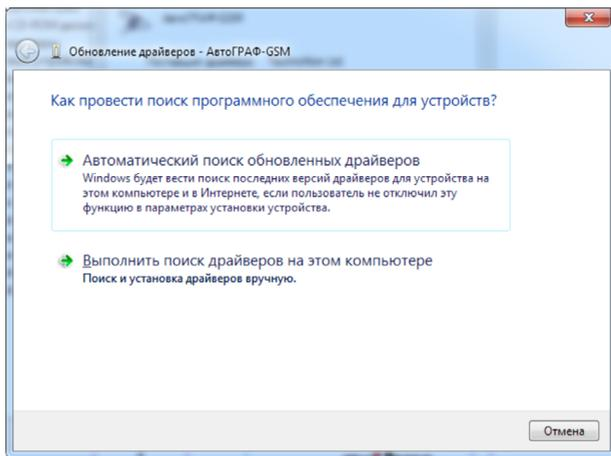

Рис.24. Обновления драйвера.
3. Запустите Мастер обновления драйверов для устройства AutoGRAPH, выберите пункт «Выполнить поиск драйверов вручную» (**Рис.24**).